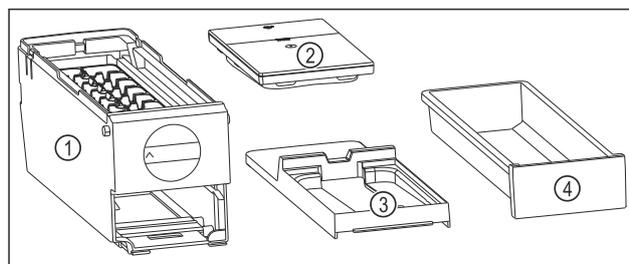

Fig. 98 EasyTwist-Ice 的组成部分
- ▷ EasyTwist-Ice 已被拆解为四部分。（参见 Fig. 98）
- ▶ 仅将 EasyTwist-Ice 拆解成所示的组成部分。（参见 Fig. 98）
- ▶ 将 EasyTwist-Ice 机身 Fig. 98 (1) 作为整体进行清洁。